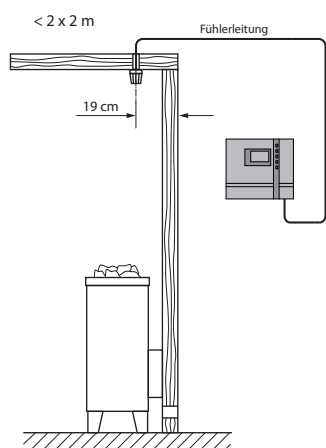
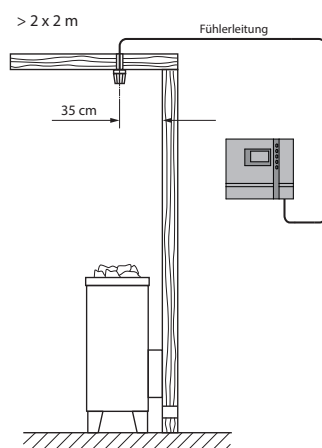

Рис. 7
Рис. 8
1. Датчик печи устанавливается в кабинах размером до 2 x 2 м согласно рис. 7 и 9, а в кабинах большего размера согласно рис. 8 и 9.